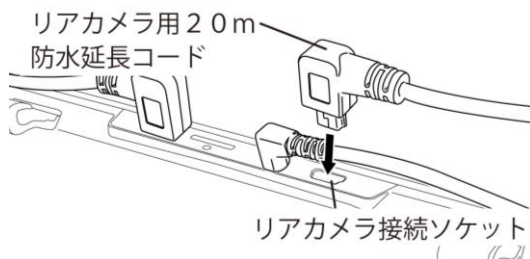

図 13
- リアカメラを使用する場合は、リアカメラ用20m防水延長コードのプラグをリアカメラ接続ソケット（AV）へ差し込んでください（図13参照）。